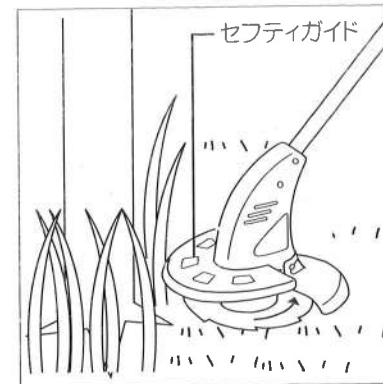

図10
- ブロック塀・建物・庭木などのきわ刈りでは、刈払刃が障害物に当たらないようにセフティガイドをご使用ください。障害物に刈払刃が直接当たらず、安心して作業ができます。(図10参照)